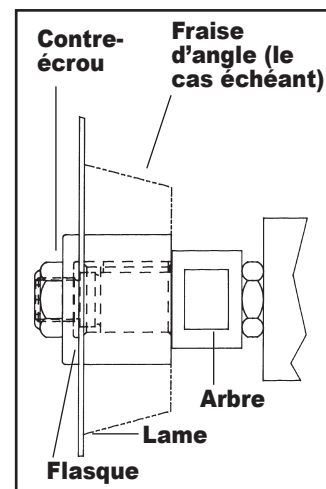

FIG. 3
- b. Arbre long (découpe et biseautage de PVC) Installer la fraise d'angle (petit bord orienté vers le moteur) ou l'entretoise d'arbre (pour la découpe uniquement) sur la clavette sur l'arbre. Installer la lame sur l'épaule de l'arbre de  $\frac{5}{8}$  de diamètre (Fig. 3). Installer le collet, face allégée tournée vers la lame et visser le contre-écrou. Tout en maintenant une clé (fournie) sur le plat de l'arbre de  $\frac{7}{8}$ , serrer le contre-écrou d'arbre. La lame doit être complètement contre l'épaule de l'arbre et de niveau contre la fraise d'angle ou l'entretoise d'arbre.